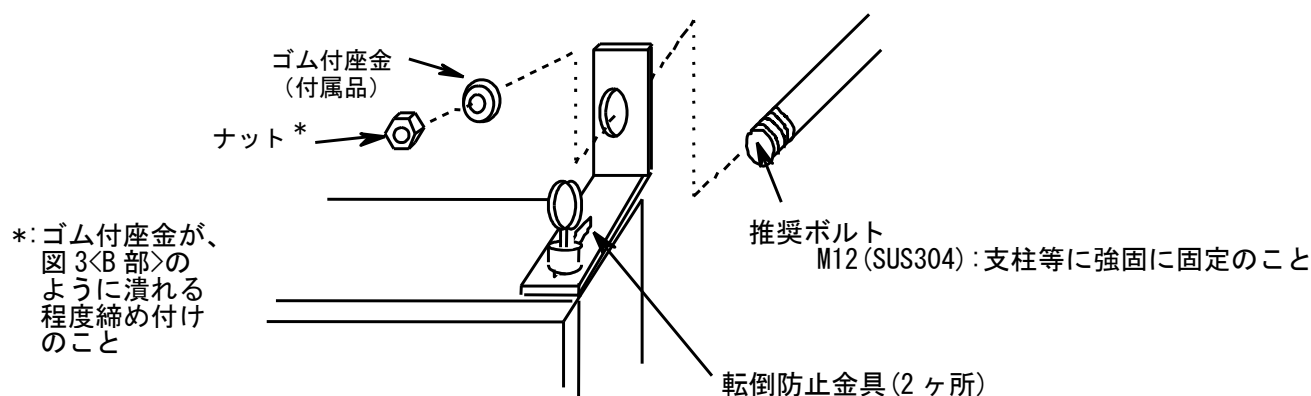
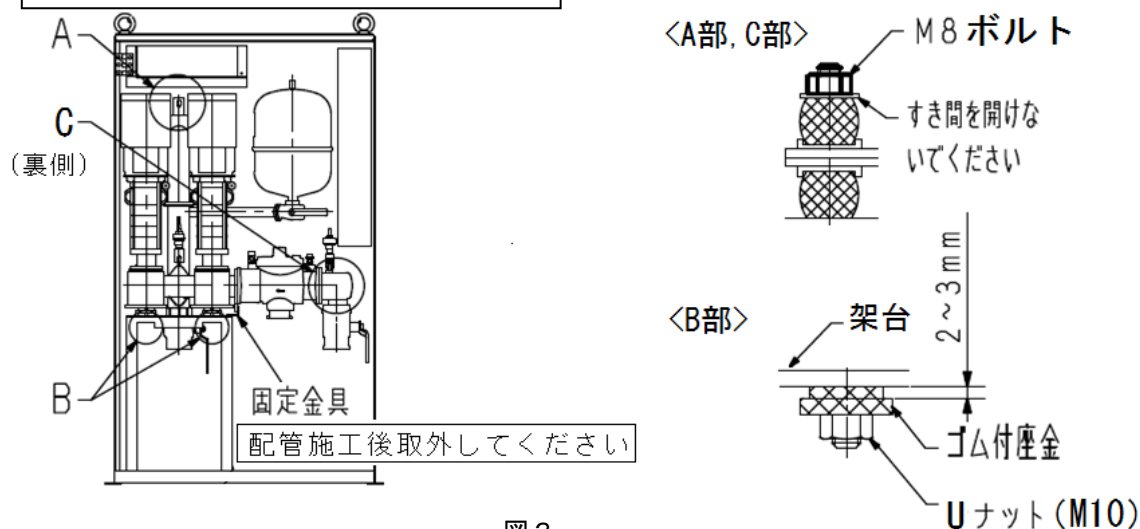

図 2
図 3
- (1) この直結給水ブースタポンプは、屋外設置、屋内設置兼用型です。ただし、屋外設置の場合、機器の寿命を考慮し、風雨、直射日光が当たらない場所をお選びください。
- (2) 直結給水ブースタポンプは、保守点検が容易に出来る場所をお選びください。
- (3) 関係者以外の人が近付けぬよう、囲いを設けるなどの対策を施してください。
- (4) 直結給水ブースタポンプは、基礎の上に強固に取付けてください。不安定な取付けは、故障の原因となります。また転倒防止対策として付属の転倒防止金具をご使用になる場合は、図2のように施工してください。
- (5) 冬季に凍結の恐れのある場合は、ポンプ室あるいはポンプ、バルブ、配管、圧力センサ、圧力タンクなどに、必ず防寒対策を行ってください。
- (6) 直結給水ブースタポンプの基礎の周囲には、排水溝を設けてください。
- (7) この直結給水ブースタポンプは、防振装置を内蔵しています。この効果を十分発揮させるために、据付及び配管施工後に、図3のようにボルト及びUナットをゆるめる処置を施してください。
- (8) 直結給水ブースタポンプの設置に当たっては、所轄の水道局の施工基準に従ってください。
- (9) ポンプ室の壁、扉材は遮音効果の高いものを使用してください。
- (5) 配管工事終了後、図3のように固定金具を架台からはずしてください。